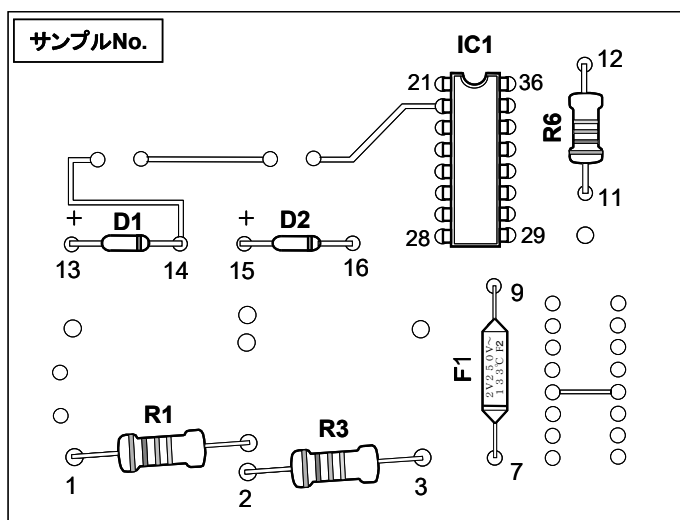
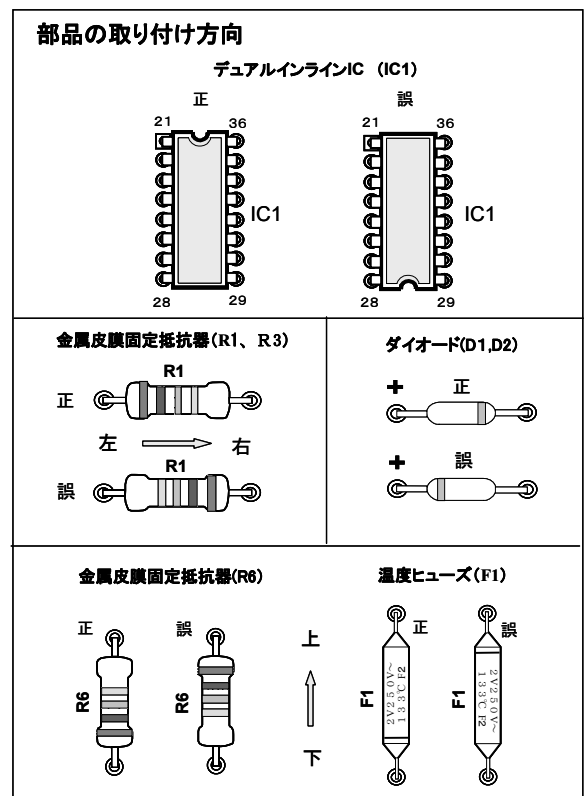

図1 試験材の組立図
図2 部品の取り付け方向
指定された試験材を「マイクロソルダリング技術認定・検定試験における品質判定基準」に基づき、指定の組立図（図1）と相違ないか、10倍の顕微鏡を用いて20分間で検査しなさい。なお、部品の種類および実装方法は表1に、部品の取り付け方向は図2に従うこととする。
- ① 解答用紙に指定された試験材のサンプル No. を記入しなさい。
- ② 解答用紙の縦の良否判定項目欄は「マイクロソルダリング技術認定・検定試験における品質判定基準」該当する各不良名称および良品を示し、横の欄は試験材に該当する部品記号およびランド No. を示している。
- ③ 試験材が図1、図2および表1に示す実装状態であるかを検査し、該当する部品記号と当てはまる良否判定項目の交わる欄に○印を記入しなさい。
- ④ 試験材が品質判定基準で示すソルダリング状態であるかを検査し、該当するランド No. と当てはまる良否判定項目の交わる欄に○印を記入しなさい。